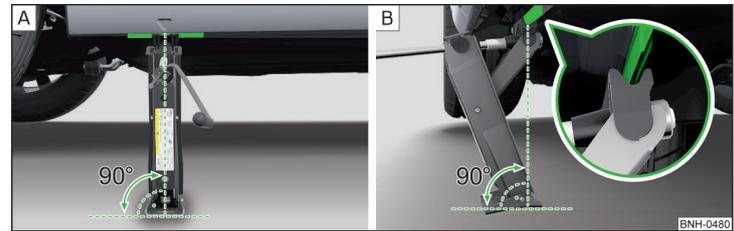

Fig. 169 Colocar el gato
- Apoye la placa de base del gato con toda la superficie en un suelo recto de la manera que el gato se encuentra en posición vertical respecto a la travesa de toma » fig. 169 - [A].
- Gire el gato con la manivela hacia arriba hasta que la garra se encuentre en el larguero » fig. 169 - [B].